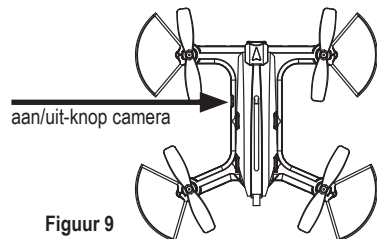

Figuur 8
- Uw quadcopter heeft 4 propellers, waarvan er 2 rechtsom draaien (A) en de andere twee linksom (B). Zie figuur 8.
- Er zijn 4 reservepropellers meegeleverd, twee van het type (A) en twee van het type (B).